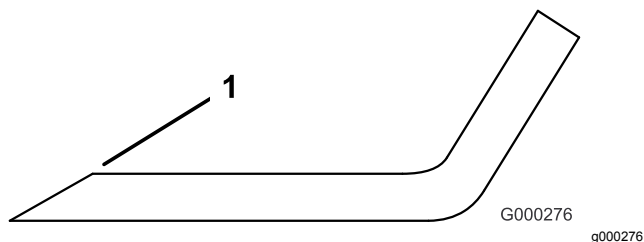

Figura 140
4. Afie as extremidades de corte se estas apresentarem sinais de desgaste ou ranhuras (Figura 140).